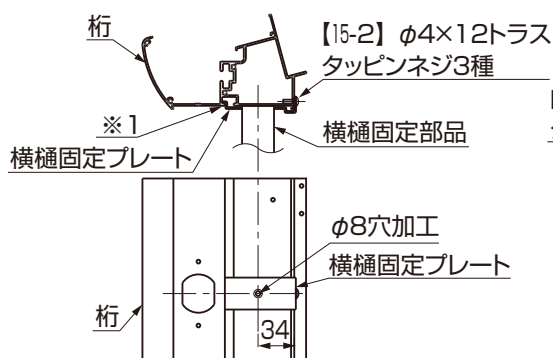

図10-4 横樋固定部品の取付け
- 横樋固定プレートがフィン（※1）に引っ掛かっていることを必ず確認してください。（図10-4参照）